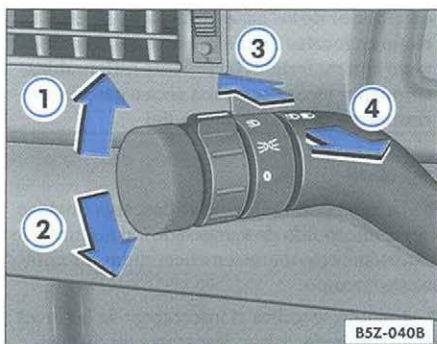

Fig. 53 Palanca de los indicadores de dirección y de conmutación de los faros
– Mueva la palanca hacia arriba, hasta el tope ⇒ fig. 53 ①, para indicadores de dirección a la derecha, y hacia abajo ② para indicadores de dirección a la izquierda. La luz correspondiente en el cuadro también parpadea.
– Para encender los faros altos / faros de largo alcance, presione la palanca ⇒ página 76, fig. 53 ③ en la dirección del panel, con el encendido conectado. Con los faros altos conectados, aparece en el panel una luz correspondiente al faro alto ⇒ y se apagan los faros bajos ⇒.
– Para apagar, presione nuevamente la palanca ⇒ página 76, fig. 53 ④ en la dirección del volante.
– Con los faros apagados, presione la palanca en dirección al volante ⇒ página 76, fig. 53 ④, para accionar la luz de ráfagas. Durante la luz de ráfagas, se enciende la luz correspondiente al faro alto ⇒ en el panel.